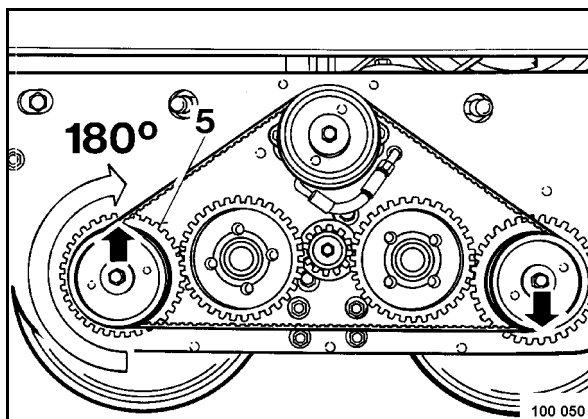

Fig. 68
- Girar el árbol de vibración 5 (Fig. 68) exactamente por 180° hacia arriba, y montar la nueva correa dentada en esta posición.